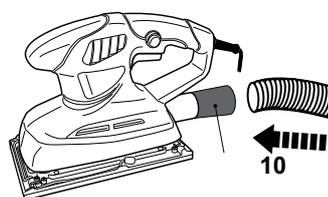

Fig. 14
- > Tournez l'adaptateur d'aspirateur (10) dans le sens des aiguilles d'une montre pour le fixer dans sa position (Fig. 14).